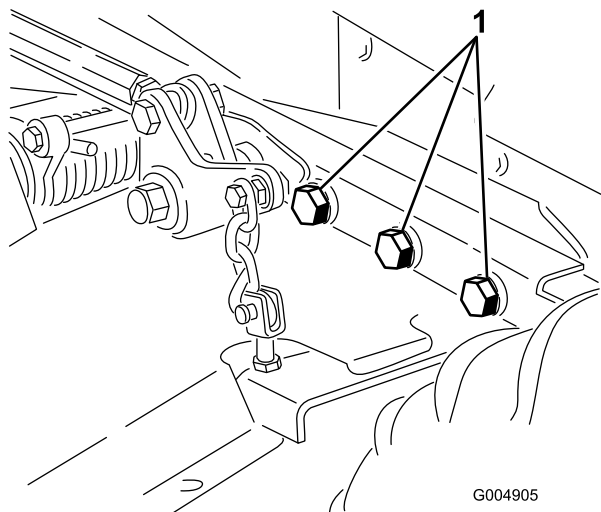

Figura 79
4. Controllate tutti gli elementi di fissaggio per eventuali allentamenti; all'occorrenza serrateli. Serrate in modo particolare i sei bulloni che fissano il telaio del piatto di taglio al trattore (Figura 79), a 359 Nm.